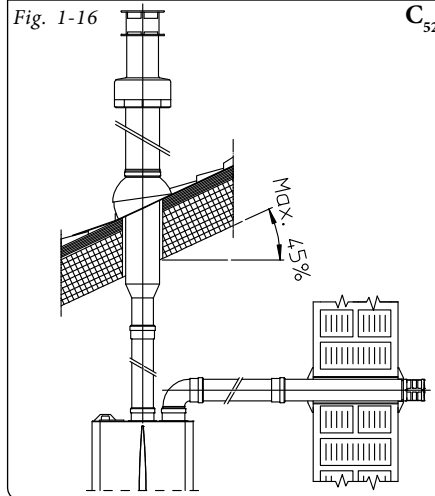

Fig. 1-16
- Nella figura (Fig. 1-16) è riportata la configurazione con scarico verticale e l'aspirazione orizzontale.